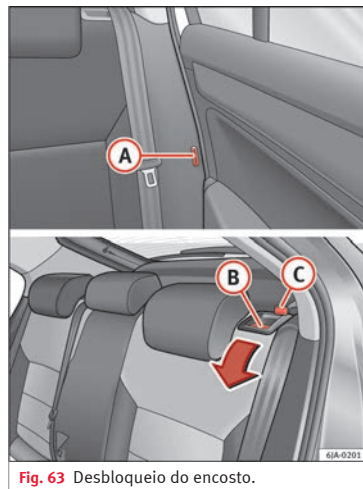

Fig. 63 Desbloqueio do encosto.
- Introduza a lingueta do cinto de segurança no orifício **(A)** » Fig. 63 situado no lado correspondente do veículo – posição de segurança.